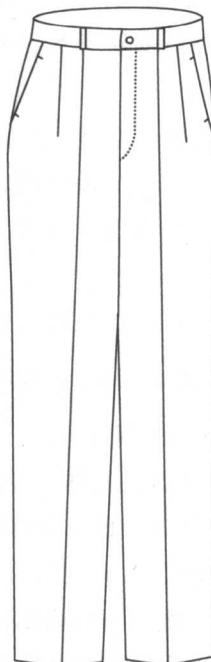

图 2-3-1 款式图
1. 款式图 (图 2-3-1) 及成品规格表 (表 2-1)